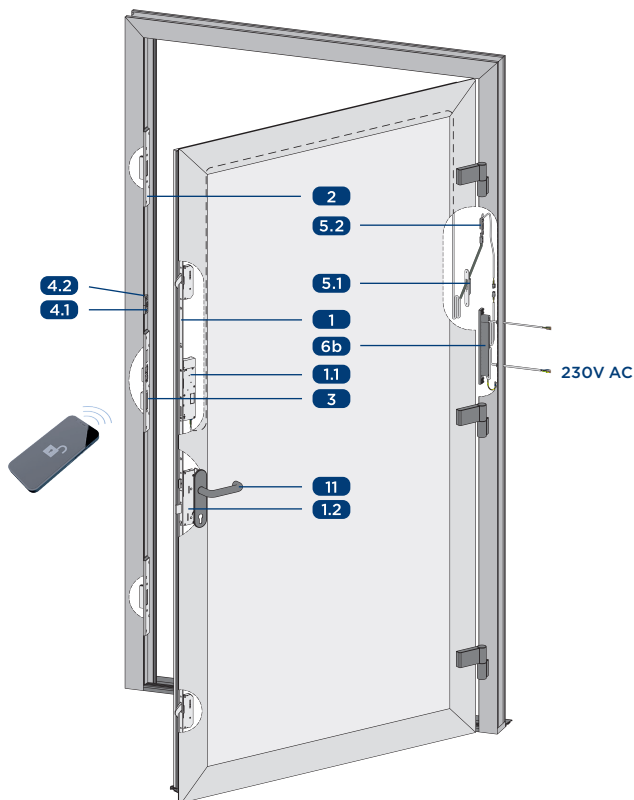

Abbildung 2-2: Verriegelung blueMotion+ mit Einzelschließblechen und Zubehör sowie Rahmennetzteil 24V DC
5.2b	Abbildung 2-2: T-KÜ-T1 RT KABEL 0,6M RNT mit Steckverbindung zum Rahmennetzteil 24V DC (optional)
6b	Abbildung 2-2: Rahmennetzteil ** T-NETZTEILRAHM 24VDC 1,5A (2,5A/2S) BM+/EAV4 (optional) inklusive Kabel zum Anschluss exter- ner Zutrittskontrollen, z.B. Wechsel- sprechanlage, potentialfreier Kontakt